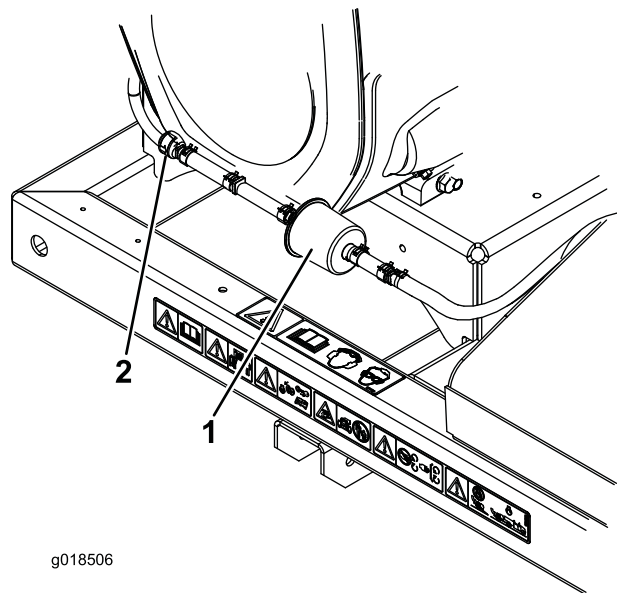

Figura 21
- Spostate le fascette stringitubo del tipo a molla su entrambi i lati del filtro della linea di spurgo del canister a carboni attivi lontano dal filtro (Figura 21).
- Togliete il filtro a carboni attivi e gettatelo (Figura 21)
- Montate un nuovo filtro nel flessibile con la freccia del filtro rivolta verso la valvola di ritenuta e fissatelo con le fascette stringitubo (Figura 21).